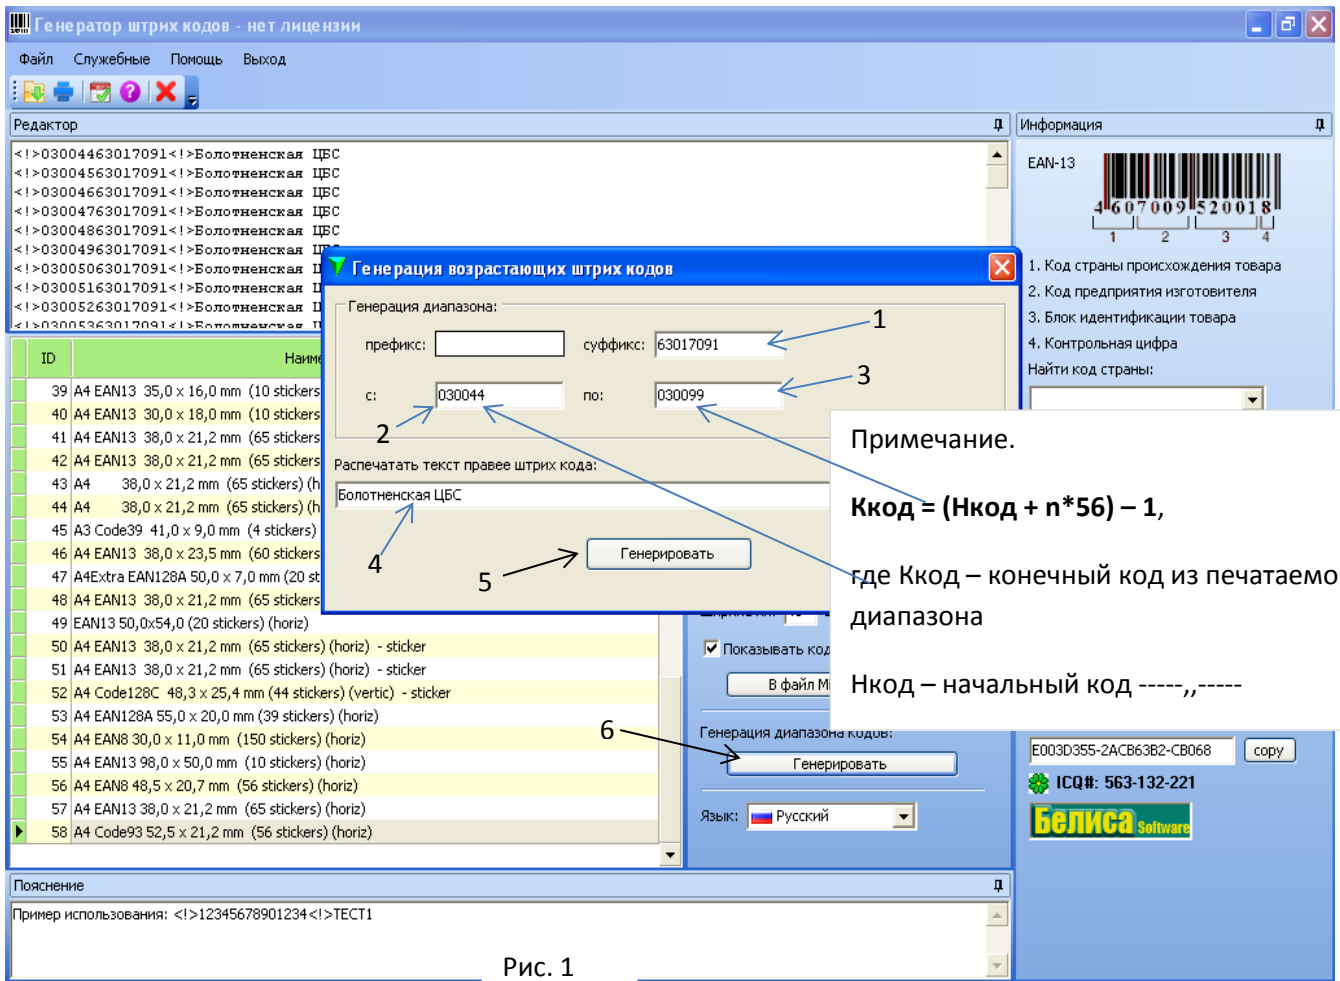
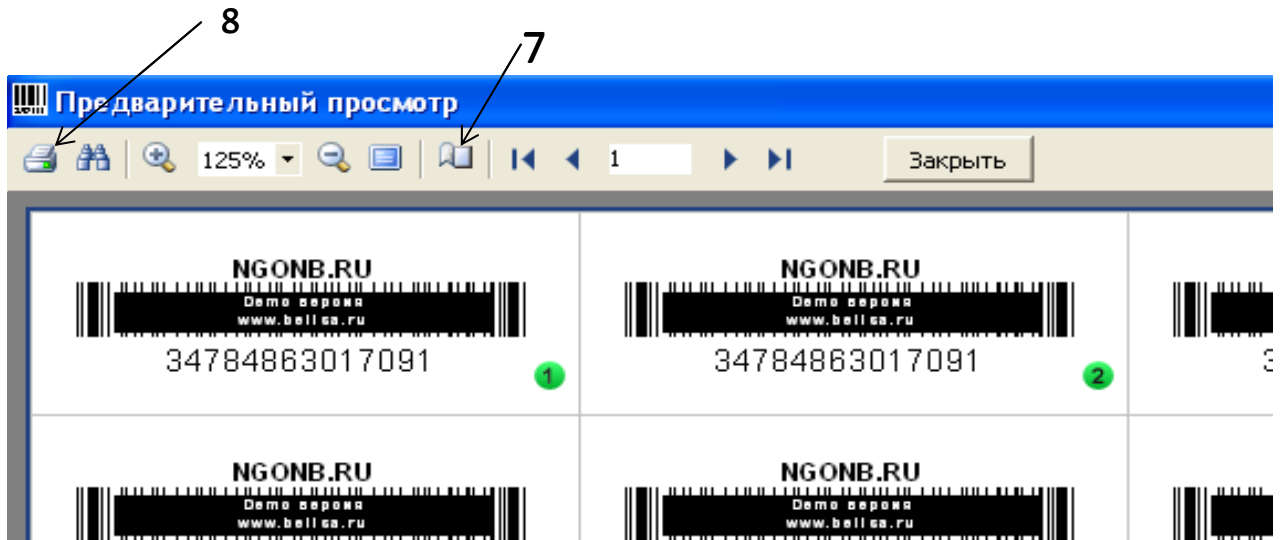

Рис. 1
Рис. 2
(При тестировании необходимо проверить настройку печати. Щелкните по иконке 7 Рис. 2. Все поля должны быть установлены нулевыми. Обычно эта установка делается по умолчанию)
5. Положите в нижний лоток обычную бумагу и щелкните по иконке “Печать” (8 Рис.2). (Для наглядности последовательность действий обозначена цифрами на Рис. 1 и 2)